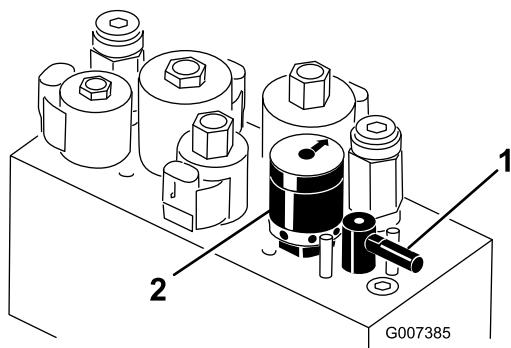

図 57
5. バックラップレバーを R 位置にセットする(図 57)。
6. リール速度セレクタを 1 にセットする(図 57)。